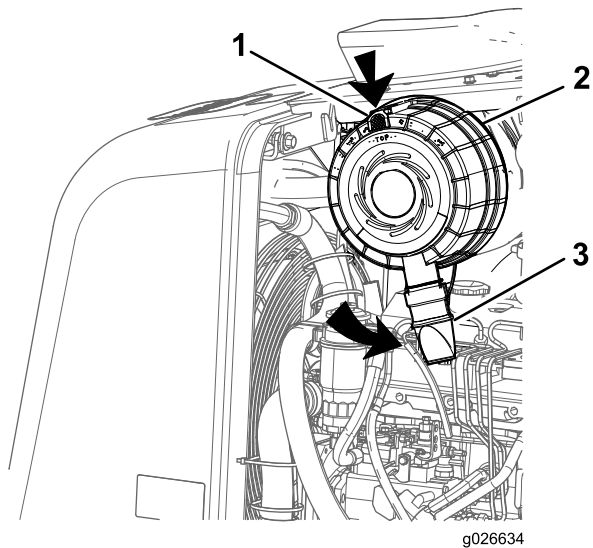

Figura 47
3. Ruotate la copertura del filtro in senso antiorario in modo che lo scodellino parapolvere si trovi nella posizione delle ore 7 dell'orologio (Figura 47).